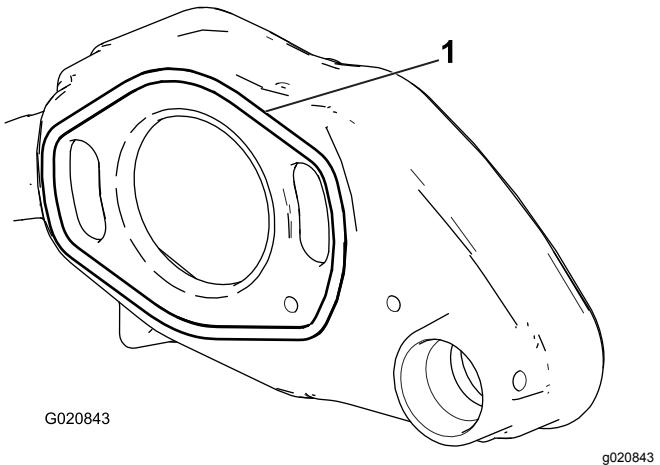
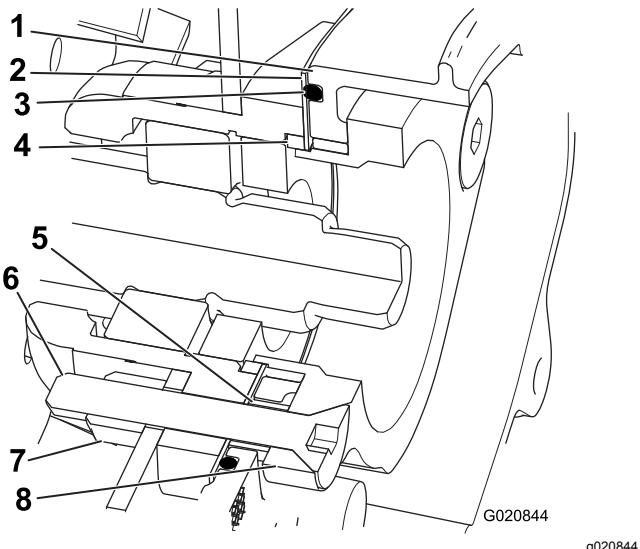

Figura 7
Figura 8
| 6. Installate l'O-ring sul retro dell'alloggiamento del groomer (Figura 6 e Figura 7) e lubrificate leggermente le superfici esposte dell'O-ring con grasso sintetico (in dotazione con il kit). | 7. Inserite l'anello adattatore nella sede del cuscinetto del cilindro (Figura 6 e Figura 8). |
8. Inserite 2 viti a testa piana ($\frac{3}{8}$ " x 2") nell'adattatore del cuscinetto e posizionate i distanziali sulle estremità delle viti (Figura 6 e Figura 8).
10. Fate scorrere l'adattatore del cuscinetto attraverso la boccola di bronzo e le viti attraverso le fessure nel gruppo alloggiamento del groomer (Figura 6 e Figura 8).
14. Serrate i dadi di bloccaggio a 31–37 N·m (Figura 6 e Figura 8).